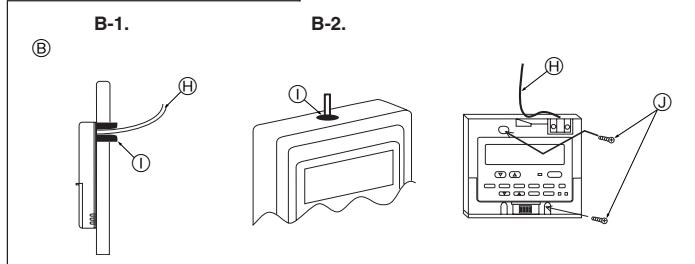

Fig. 6-3
(2) Καλύψτε την είσοδο του καλώδιου στο τηλεχειριστήριο με στόκο ή μαστίχη για να αποφύγετε την ενδεχόμενη είσοδο σταγόνων, νερού, κατσαρίδων ή σκουλικιών. (Fig. 6-3)